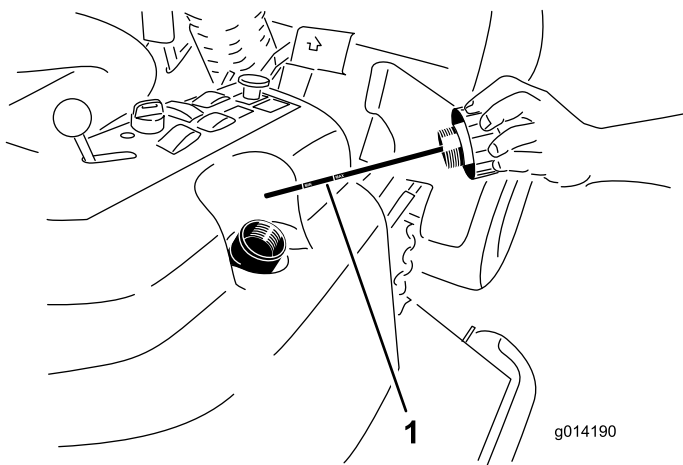

図 53
2. 油圧オイル補給口のキャップ (図 53) を取る。
3. ディップスティックを抜き、ウェスで一度きれいに拭く (図 53)。
4. もう一度首まで完全にねじ込んでから抜き、オイルの量を点検する (図 53)。